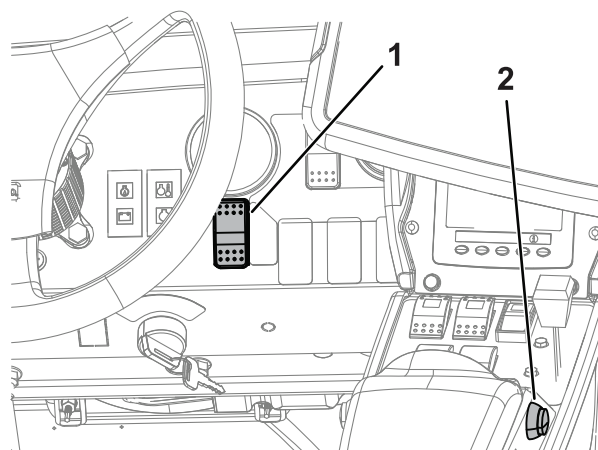

Figure 20
6. Appuyez sur l'icône de direction automatique en bas à droite de la console de commande (Figure 22) ou appuyez sur la commande d'engagement/désengagement de la machine (Figure 20).